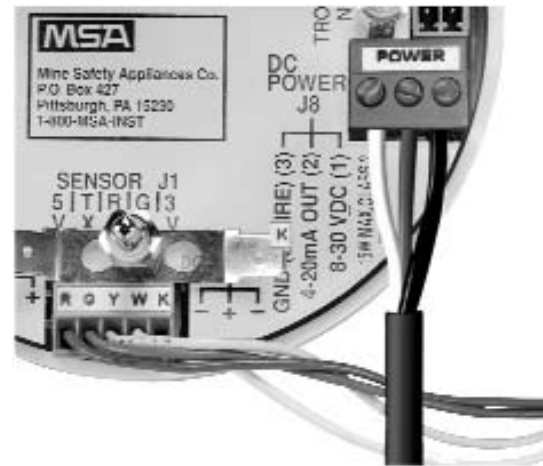

Figura 2
2. Monte la caja en el lugar deseado y encamine el cableado hacia la misma, según las instrucciones contenidas en el Plano de Instalación. El sensor XIR debe montarse horizontal según se ilustra en la FIGURA 2.